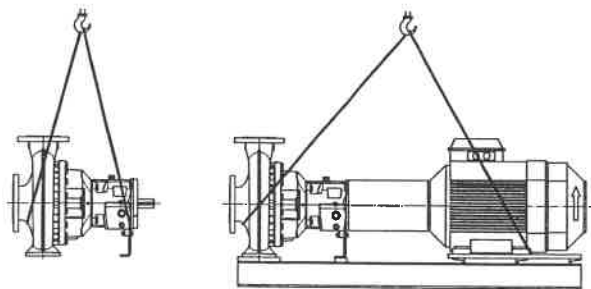

Figura 2
- Sollevare la pompa/il gruppo solo in corrispondenza di punti di aggancio stabili, quali il corpo, i raccordi o il telaio. Nella Figura 2 è illustrato il tipo di manipolazione corretto per il trasporto con gru.